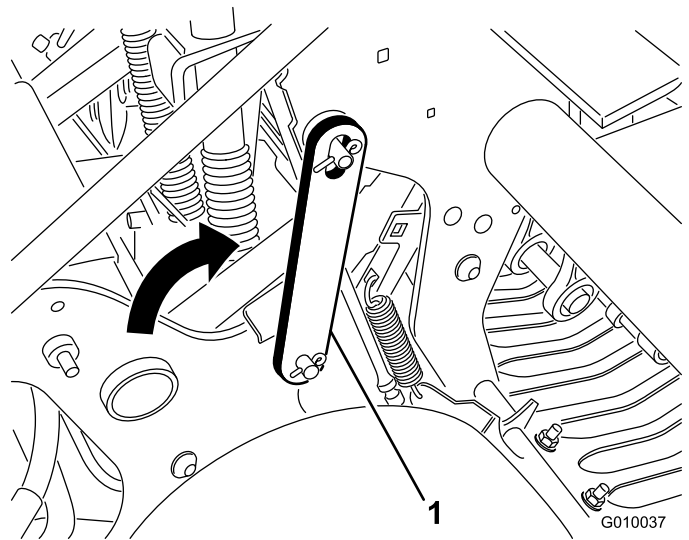

Figure 22
3. Faites pivoter le verrou de service en arrière et engagez-le sur la goupille de la tête d'aération (Figure 22). Fixez-le en place avec la goupille élastique.